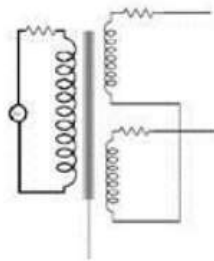

Figura 1
1. Na figura 1 representa-se esquematicamente um transdutor de deslocamento do tipo LVDT.